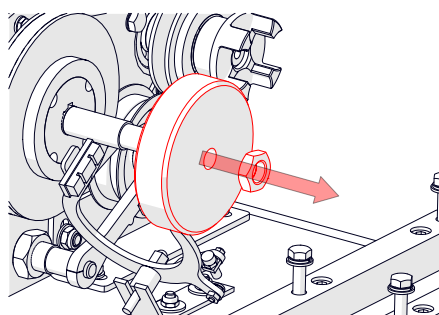

Fig. 15E - Rimuovere il disco del freno.
6. Rimuovere il disco del freno [chiave da 24 mm] (Fig. 15E).